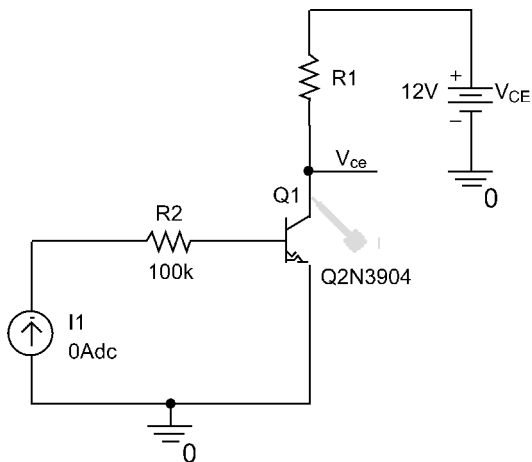
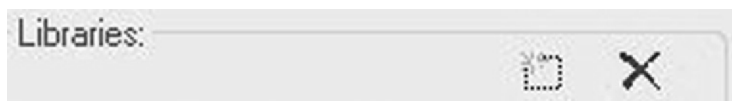

图 3.19 晶体管电路
图 3.20 添加库文件
1. 绘制如图 3.19 所示的电路图。晶体管选自 **bipolar** 库。如图 3.20 所示，在 **Place Part** 放置元件菜单中选择 **Add Library** 添加库文件图标  或者在旧版本中通过单击 **Add Library** 对元件库进行添加。如果所用软件为演示版，可以从 **eval** 库中找到 Q2N3904。如果软件为完整版，晶体管可以从 **bipolar** 库中找到。
3. 按照如上步骤放置图 3.19 中的其他元件。